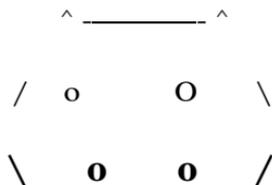

Рис. 19. Схема расположения диск-антибиотиков на чашке Петри
4. Через 2-3 минуты нанесите на чашки диски с антибиотиками стерильным пинцетом (рис. 19).